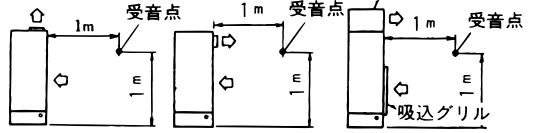

図1
(2)NC曲線<標準><図1>
(2)NC曲線<標準><図1,2,4,5>